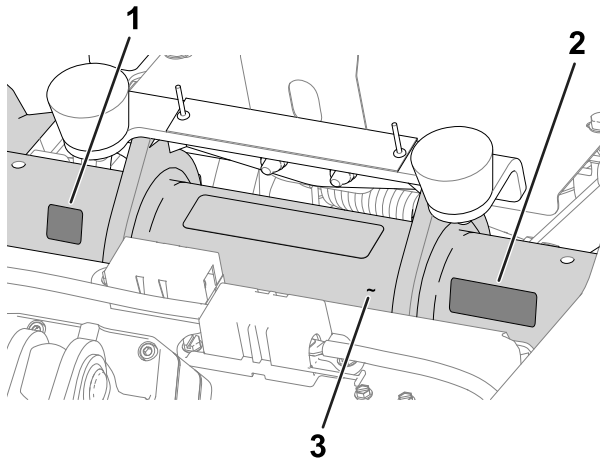

Figura 11
- **Autocolantul cu anul de fabricaie i autocolantul CE/UKCA:** aplicai autocolantele pe cadrul tubular, sub scaun i plăcua cu numărul de serie; consultai Figura 11.